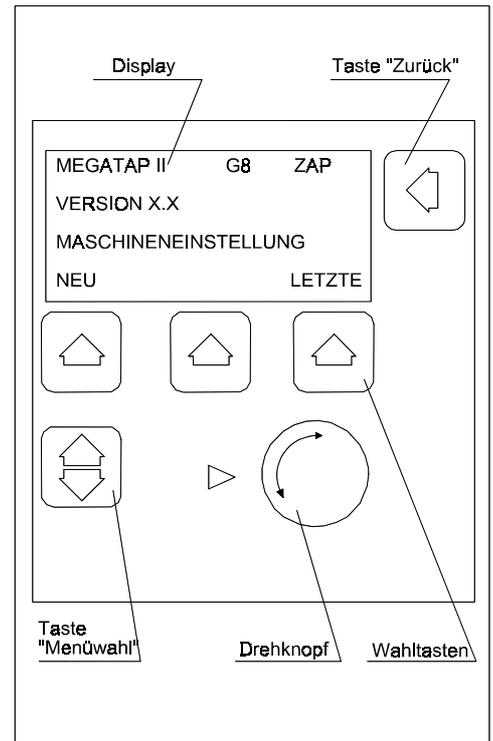

Bild 2-8 Bedienfeld, Grundmenü
- **Bedienfeld (Bild 2-8)**
Das Display zeigt im Klartext den jeweiligen Maschinenzustand und die Software-Version an (Bild 2-8).